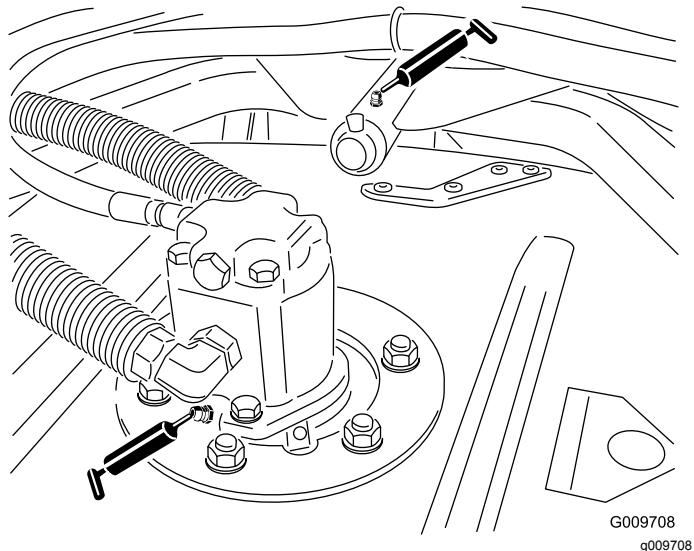

図 62
- 図 62に示す、刈り込みデッキのスピンドルシャフトのベアリングデッキ1台に2ヶ所